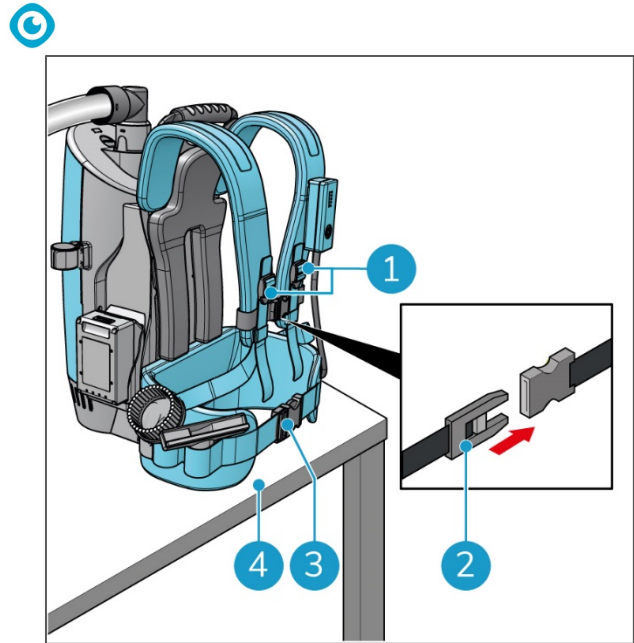

Figure 18
7. Posez l'i-move 2.5B® sur une table ou un endroit similaire (Figure 18, pos. 4).
8. Ouvrez la ceinture (Figure 18, pos. 3).
9. Desserrez la boucle située à l'avant (Figure 18, pos. 2).
10. Desserrez les 2 boucles (Figure 18, pos. 1).
7. Posez l'i-move 2.5B sur une table ou un endroit similaire (Figure 18, pos. 4).